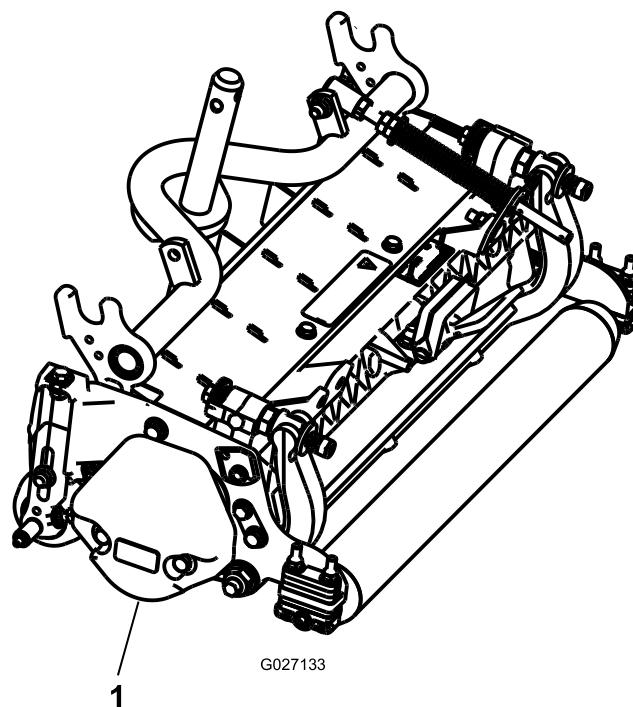

Figura 4
3. Il contrappeso (Figura 4) deve essere montato dal lato giusto dell'apparato di taglio, come descritto nelle *Istruzioni di installazione* del kit contrappeso.